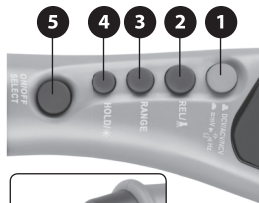

Abb. 2
2. Wenn Sie Gleichspannung messen wollen, drücken Sie den Taster der Funktionswahl (Abb. 2, Position 1), bis sie auf dem Display  erscheint.
3. Wenn Sie Wechselspannung messen wollen, so drücken Sie den Taster **Select/On&Off** (Abb. 2, Position 5), bis auf dem Display das Symbol AC erscheint, für die Messung von Gleichspannung muss auf dem Display das Symbol DC erscheinen.
2. Wenn Sie Gleichspannung in mV messen wollen, drücken Sie den Taster der Funktionswahl (Abb. 2, Position 1), bis sie auf dem Display  erscheint.
2. Drücken Sie die Taste **Select/On&Off** (Abb. 2, Position 5), bis auf dem Display das Symbol  erscheint.
3. Drücken Sie den Taster **ON/OFF Select** (Abb. 2, Position 5), bis auf dem Display das Symbol  erscheint. Es kann nötig werden, mit der Taste **RANGE** (Abb. 2, Position 3) die Einheit des Widerstands zu ändern, damit auf dem Display ein Wert erscheint, anderenfalls zeigt das Display „OL“ an.
3. Drücken Sie den Taster **Select/On&Off** (Abb. 2, Position 5), bis auf dem Display das Symbol Ω und μ erscheint.
3. Drücken Sie den Taster **Select/On&Off** (Abb. 2, Position 5), bis auf dem Display das Symbol Diode erscheint.